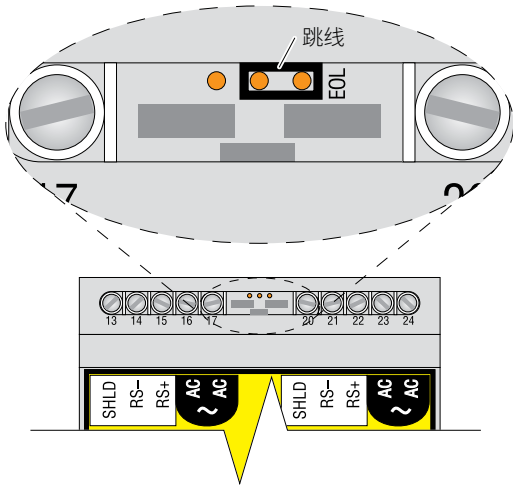

图 5a 最后一台 TTSIM-1 的线端跳线
- 在回路上的最后一台 TTSIM-1 处，如图 5a 所示，放置跳线。